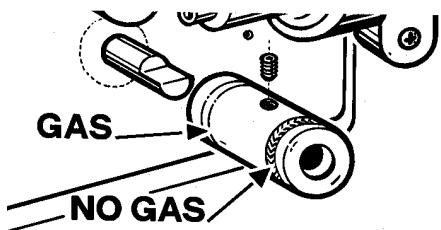

Fig. 5
- Bloquer à nouveau le rouleau sur l'arbre en utilisant la vis (Figure 5).